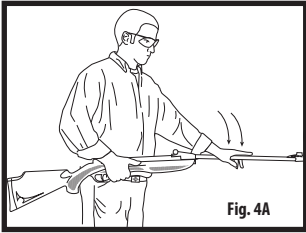

Fig. 4A
- 3. Sostenga el rifle cerca de su cuerpo colocando la culata (A) en la parte superior del muslo.
- 4. Con la palma de la mano, dele un golpe seco al extremo de la boca (E) del cañón (Fig. 4A) para abrir la recámara.